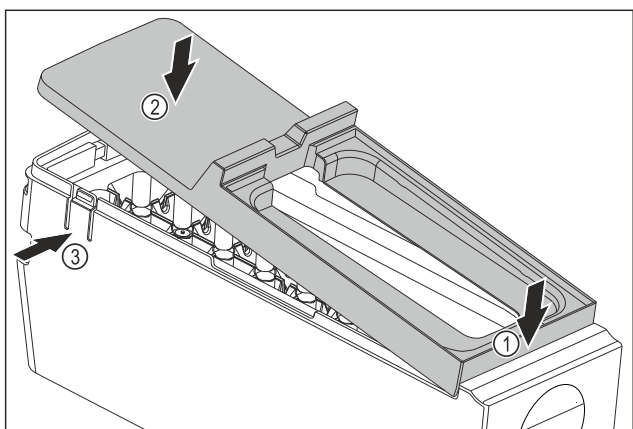

Fig. 81
- ▶ Montering af EasyTwist-Ice-legemets afdækning: Påsæt afdækningen foran. Fig. 81 (1)
- ▶ Sænk afdækningen bagtil. Fig. 81 (2)
- ▷ Afdækningen går hørbart i indgreb i begge lasker Fig. 81 (3).